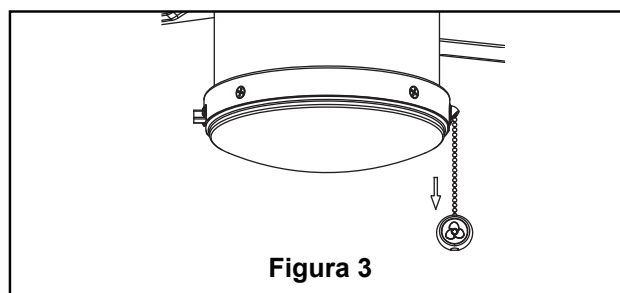

Figura 3
3. Fije firmemente el conector de 3 pasadores y 2 pasadores de la unidad del motor al enchufe del mazo de cables dentro de la unidad del cubierta de interruptor. (Figura 3)
3. Verifique el funcionamiento del ventilador jalando suavemente de la cadena del tirador del ventilador. (Figura 3)